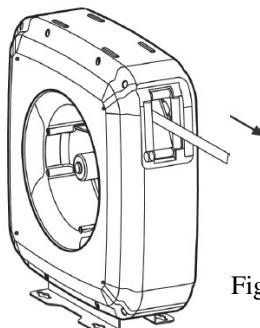

Fig. 6
- Remove the plastic cover from the side (Fig. 6)
- Unwind the hose completely and the search for the ratchet blocking position (Fig.6).
- Ta bort plastkåpan på sidan (Fig. 6).
- Dra ut slangen helt och hitta spärrläget (Fig. 6).